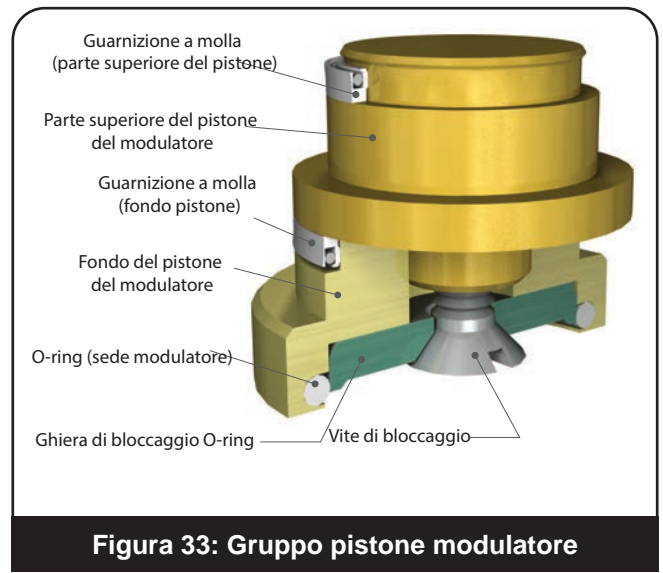

Figura 33: Gruppo pistone modulatore
h. Il gruppo finale del pistone del modulatore è mostrato in Figura 33.